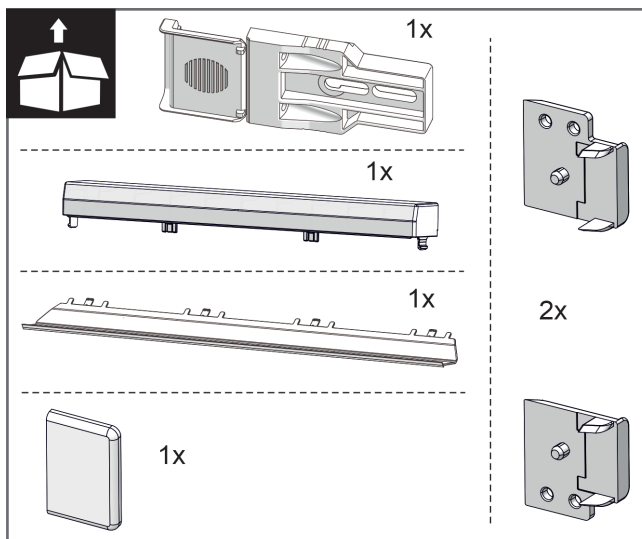
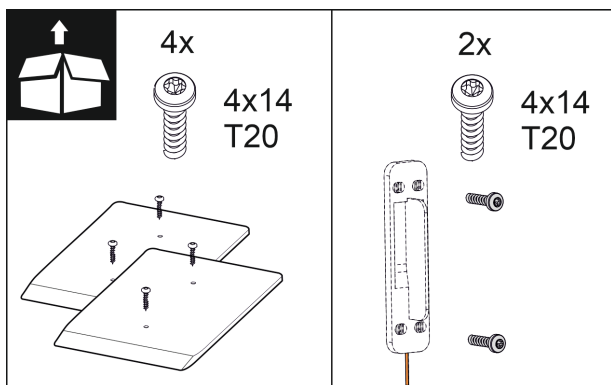

Fig. 9
Fig. 15
2. Проверка деталей для осуществления монтажа в комплекте принадлежностей. С *Fig. 9 ()* по *Fig. 15 ()*
Детали для осуществления монтажа в комплекте принадлежностей *Fig. 9 ()* по *Fig. 15 ()*